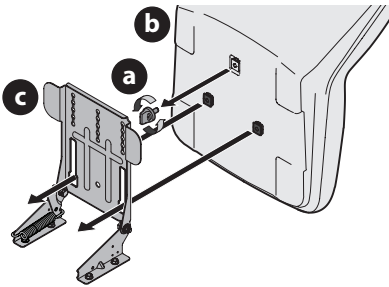

Figure 2
2. Enlevez le bouton de réglage du siège ou le boulon (a) de réglage de 9/16 po sous le siège (b) (Figure 2).